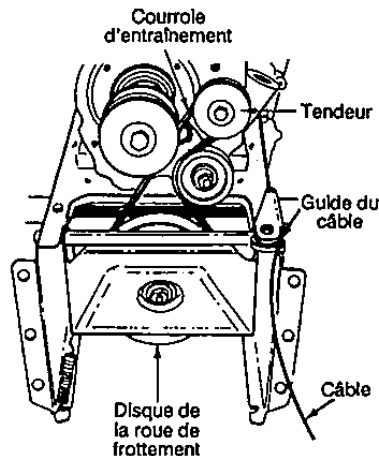

FIGURE 24
REMARQUE: Faites passer le câble d'entraînement de la tarière entre les guides représentés à la figure 24 en
3. Avancez la poulie de tension vers vous et dégagez la courroie d'entraînement de celle-ci. La poulie de tension se trouve sur l'avant du moteur et sous le couvre-courroie que vous avez déjà démonté. Voir la Figure 24.